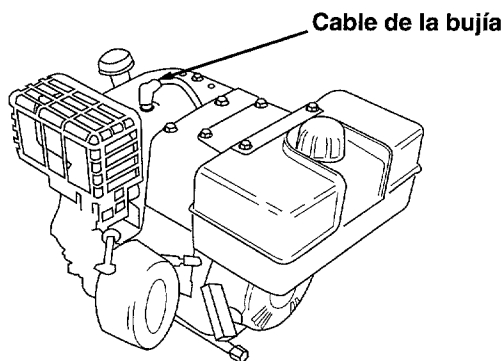

Figura 2
- Desconecte el cable de la bujía y muévelo alejado de la bujía antes de ensamblar la astilladora-desmenuzadora. Vea la figura 2.